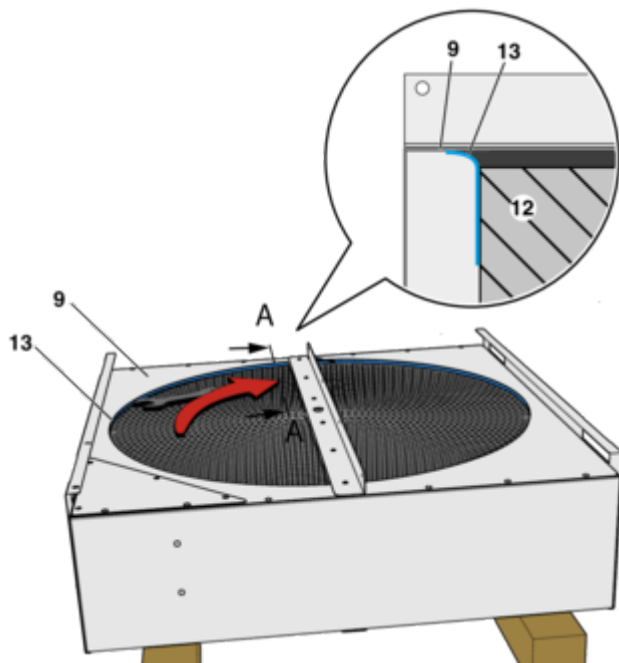

Abb. 66: Umlaufdichtung einsetzen
- 11 ▶ Die an der Speichermasse (Abb. 66 /12) befestigte Umlaufdichtung (Abb. 66 /13), z.B. mit einem Schraubenschlüssel in Position bringen.
Die Innenseite der Umlaufdichtung ist nach außen gewölbt und muss unter das Blech (Abb. 66 /9) geschoben werden.